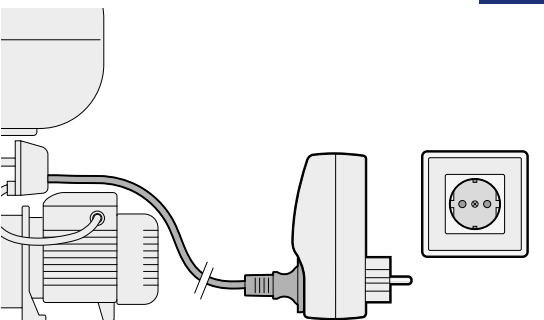

Abb. 3
- Stecken Sie den Stecker des Pumpen-Netzkabels in das EP-Gerät (**Abb.3**).